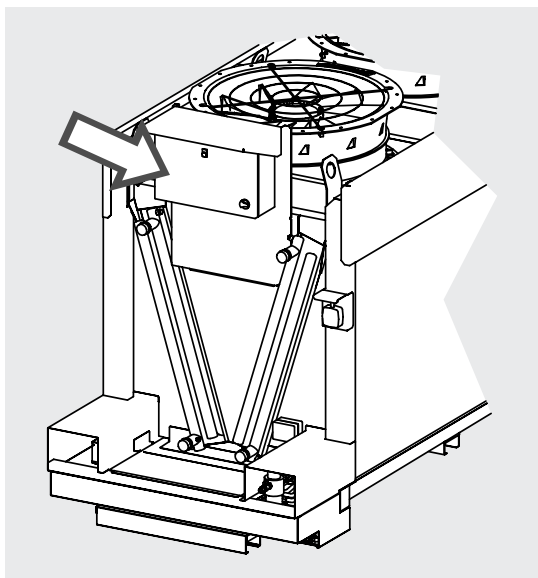

Figure 12
8.1 Pour des informations détaillées, veuillez vous référer au diagramme de circuit du tableau de distribution et à tout autre diagramme fourni avec le modèle. Voir la Figure 12.